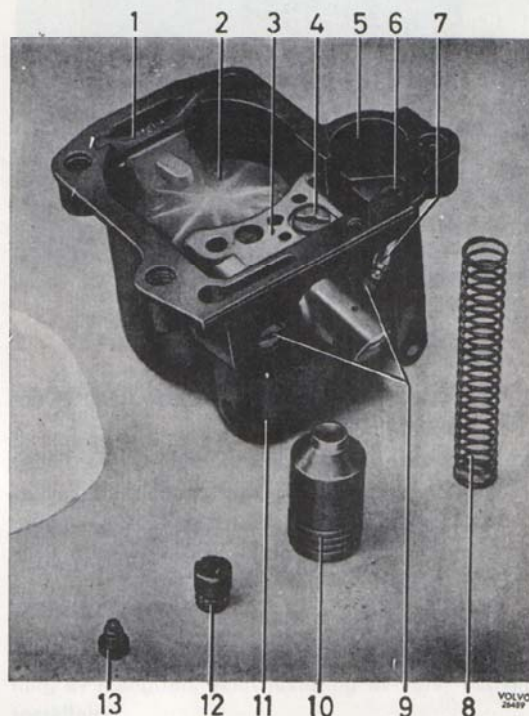

Bild 82. Flottörhus
Vid rengöring av förgasaren är det oftast tillräckligt att endast demontera flottörhuset, ta ur flottören samt skruva ur luftmunstycket för tomgång (4, bild 82) samt själva tomgångsmunstycket som ligger under luftmunstycket. Demontera även accelerationspumpens kolv samt volymskruven, den senare på förgasarhuset. Demontera nålventilen, kontrollera och rengör den. Tvätta delarna i tvättolja eller sprit. Blås igenom alla kanaler och munstycken med tryckluft, även hålet för volymskruven.
2. Tag bort låsfjädern (1, bild 82) och lyft upp flottören (2). Observera låsfjäders "TOP"-märkning.
3. Demontera blandningskammarens skruvar (9) och tag upp kammaren.
- Demontera accelerationspumpens kolv, fjäder, in- och utloppsventil samt accelerationsmunstycket. Se bild 82.